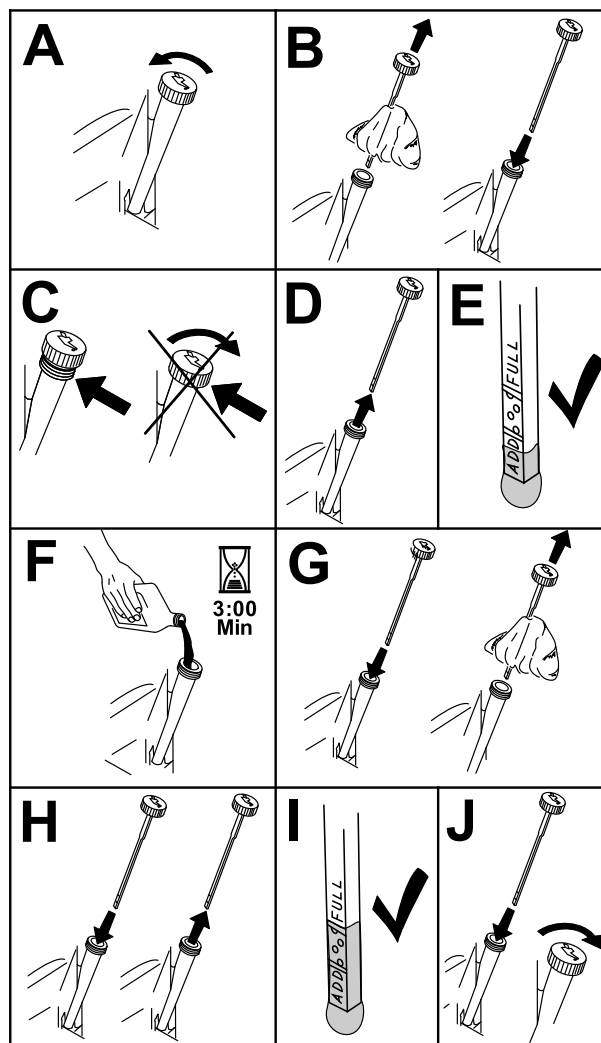

Figura 23
- Per mantenere il motore privo di sporcizia, sfalcio d'erba, ecc., pulite l'area attorno al tappo di rifornimento dell'olio e l'asta di livello prima di rimuoverli (Figura 23).